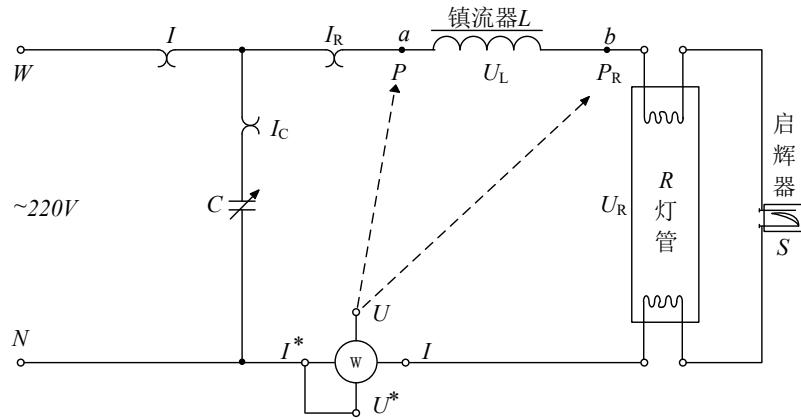

图 2.6 日光灯实验电路
①按照图 2.6 所示接线，图中 R 是日光灯管，L 是镇流器，S 是启辉器，C 是补偿电容器，W 是功率表。接线完毕后，必须再次检查线路后方可接通电源。
②将自耦调压器的输出相电压由 0 逐步调至 220V，注意观察灯亮时刻电源电压值。依次改变电容值，用功率表、电压表、电流表（用万用表测电压和电流）分别测量功率、电压和电流，将数据记入表 2.3 中，计算  $P_L$  和  $\cos \varphi$ 。其中： $\cos \varphi = P/UI$ ， $P_L = P - P_R$ ，P 为电路总有功功率， $P_R$  为灯管消耗的功率， $P_L$  为镇流器消耗的功率。测试完毕后，调压器手柄逆时针调至零，关闭电源。